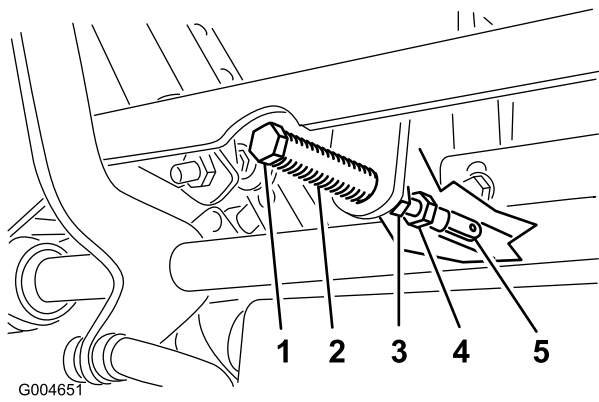

Figure 62
5. Tirez-le ensuite en arrière jusqu'à ce que l'axe de chape (situé sur un bras au-dessus de l'axe de pivot) touche l'extrémité de l'encoche (c.-à-d. commence juste à appuyer sur le ressort) (Figure 62).
- Si un réglage s'impose, desserrez l'écrou et l'écrou de blocage vissés contre la chape (Figure 62).
- Appliquez une légère pression à l'arrière du levier, et tournez la tête du boulon de réglage dans le sens voulu pour centrer le levier à la position de verrouillage au point mort (Figure 62).
- Serrez l'écrou et l'écrou de blocage (Figure 62).
9. Serrez les écrous de blocage contre les rotules (Figure 62).